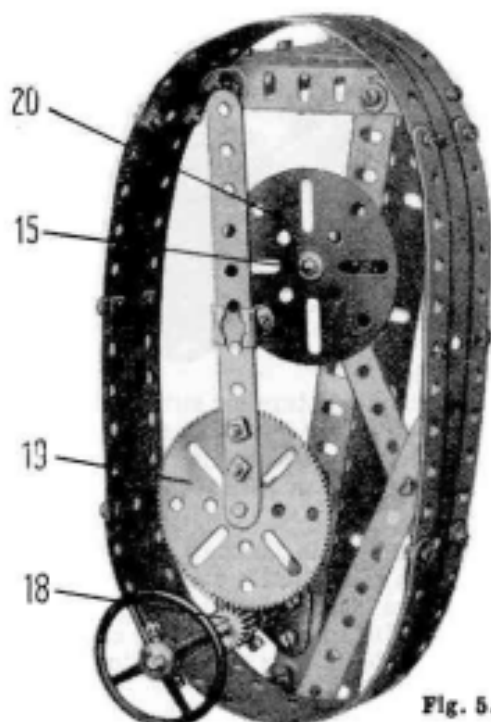

Fig. 5.
dentée (19) porte une bande de 11 trous boulonnée comme le montre la figure 5.